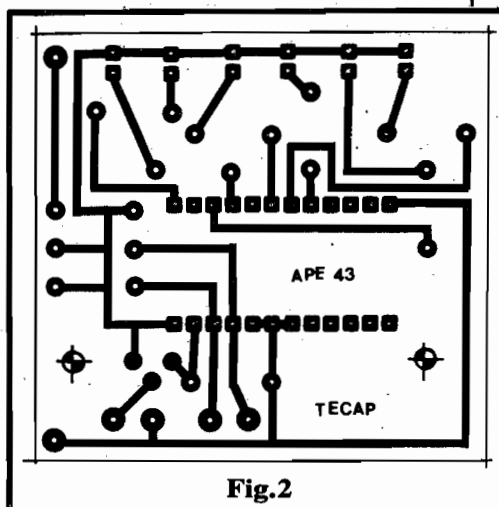

Fig.2
- FIG. 2 - LAY OUT DO CIRCUITO IMPRESSO ESPECÍFICO - Com aquele "baita Integrado", não tem jeito: a montagem tem que ser implementada sobre um Circuito Impresso de lay out específico (não dá, na prática, para levar a montagem sobre uma mera "ponte" de terminais, e também fica meio difícil - mesmo sobre placa padronizada...). Mas não tem "galho": o lay out é simples, conforme o Leitor vê da fig. 2 (que está em tamanho natural, escala 1:1). Basta efetuar a traçagem com tinta ácido-resistente, ou com os práticos e apropriados decalques (que dão um acabamento profissional ao Impresso...), em seguida fazer a corrosão na solução de percloro de ferro, seguida da inevitável limpeza e furação... Uma boa "conferida" ao final, é sempre aconselhável, já que pequenas falhas ou "curtos", detetados antes de se iniciar as soldagens, são de fácil correção... Quem preferir "fugir" dessa parte "chata" da montagem, pode recorrer ao prático sistema de KITS, que são ofertados pela Concessionária Exclusiva, EMARK ELETRÔNICA, e vendidos pelo Correio através do Cupom que para tanto o Leitor encontra em outra página da presente Revista... (Os KITS de APE incluem a placa prontíssima, com o chapeado demarcado em silk screen, o que facilita ainda mais a "vida" dos "folgados" e dos principiantes...).